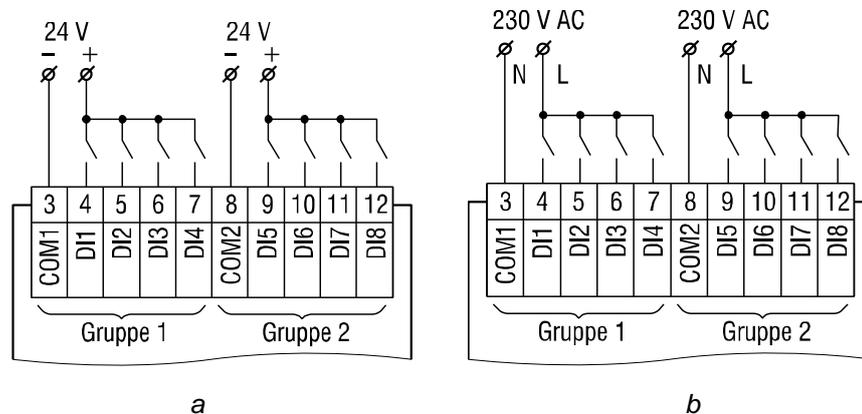

Abb. 3.2 Anschluss der Schaltkontakte an digitale Eingänge: a) 24.x.x, b) 230.x.x
- Die elektrischen Anschlüsse der Ein- / Ausgänge sind in Abb. 3.2 – 3.7 dargestellt